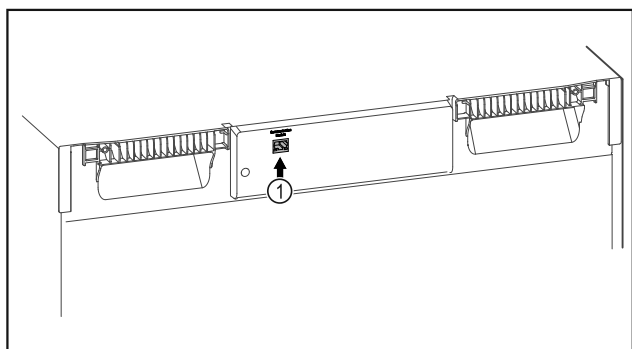

Fig. 111
- SmartModule Fig. 111 (1) inserito.